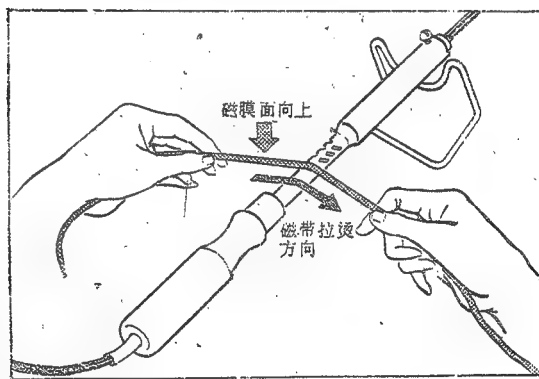

图21 烫平磁带
③磁带上皱折不严重的地方，可按图21所示方法在电烙铁上熨平。